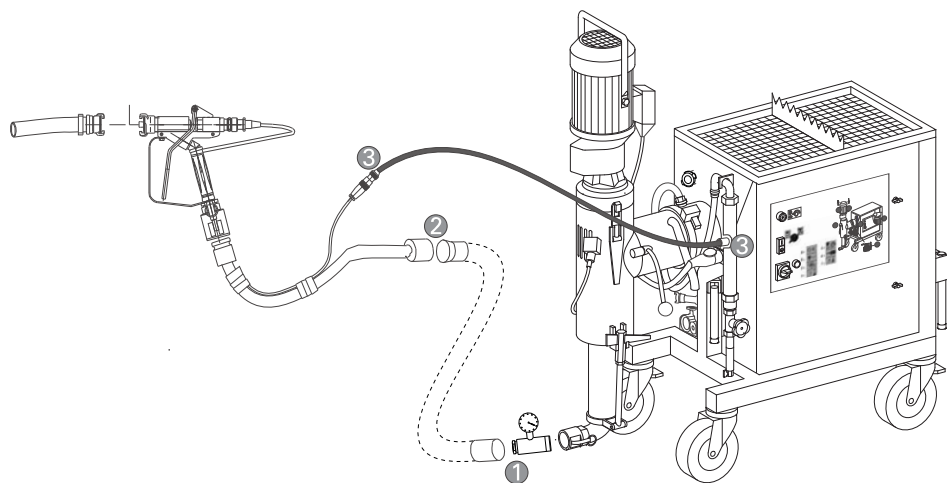

Рис. 18:
- присоедините шланги для раствора к пистолету (Рис. 18, 2)
- включите дистанционный кабель пистолета в розетку (4поль) (Рис. 18, 3)